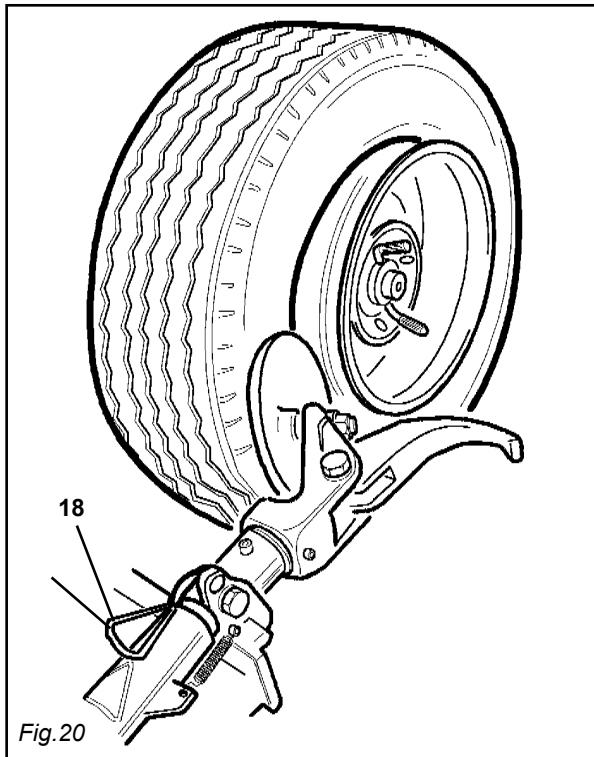
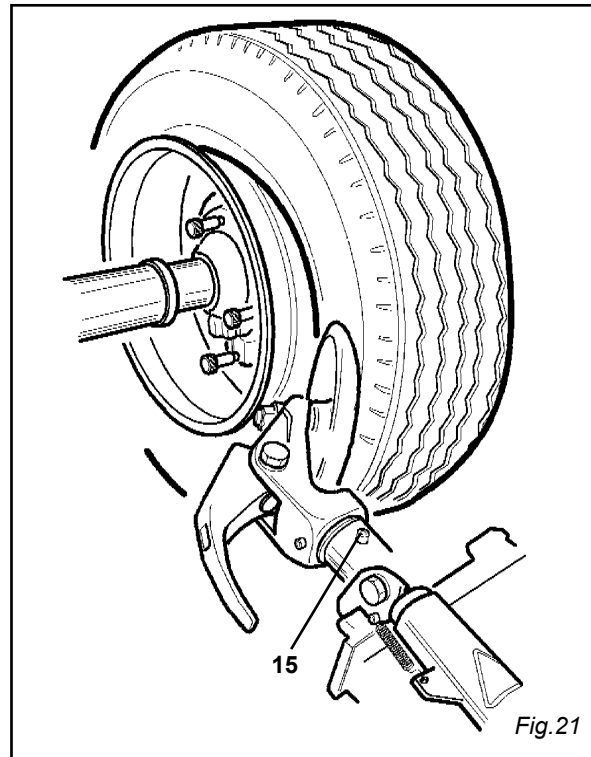

Fig.20
Fig.21
2) Abbassare il braccio porta utensili (17) in posizione di lavoro, fino a che si sarà agganciato con l'apposito cricchetto.
3) Agendo sulle leve (3) (4) fare in modo che il disco di smontaggio si posizioni in prossimità del bordo del cerchio.
4) Far ruotare la ruota e contemporaneamente fare avanzare il disco a brevi scatti. (Fig. 20).
6) Allontanare il braccio porta-utensile dal cerchio, sganciare il cricchetto (18), sollevare il braccio in posizione di fuori lavoro, traslarlo e riagganciarlo nella seconda posizione di lavoro.
7) Estrarre il fermo (15), ruotare di 180° l'utensile e re-inserire il fermo
8) Ripetere le operazioni ai punti 5) e 6) fino a che il secondo tallone sia completamente distaccato. (Fig. 21).
- 2) Set the tool-holder (17) at work by lowering it until it gets hooked by the proper jack.
- 3) By means of levers (3) and (4) let the disk tool position itself close to the rim edge.
- 4) Let the wheel turn and, at the same time, let the disk move forwards at brief steps (fig.20)
- 7) Act on lever (15) and turn the tool of 180°
- 8) Repeat the operations of points 5) and 6) until the second bead is completely detached (fig.21)
- 2) Опустите консоль монтажно-демонтажного инструмента (17) в рабочее положение, до тех пор, пока она не заблокируется посредством специальной ручки.
- 3) Посредством переключателей (3) и (4) установите отжимной диск рядом с краем обода.
- 4) Вращайте колесо и одновременно короткими движениями продвигайте вперед отжимной диск. (Рис. 20).
- 6) Отодвиньте консоль монтажно-демонтажного инструмента от диска, разблокируйте ручку (18), поднимите консоль в нерабочую позицию, переведите и заблокируйте ее во второй рабочей позиции.
- 7) Извлеките рычажок (15), поверните инструмент на 180°, вставьте рычажок обратно.
- 8) Повторите операции 5) и 6) для второго борта шины до тех пор, пока второй борт не будет полностью отделен от обода. (Рис. 21).
- 2) Werkzeugtragarm (19) in Arbeitsstellung herunterlassen, bis wann er mit der bezüglichlichen Sperrklinke festklemmt.
- 3) Hebel (3) (4) betätigen, um die Abdrückscheibe an den Felgenrand zu rücken.
- 4) Das Rad in Drehung versetzen und gleichzeitig die Scheibe leicht stoßweise vorrücken lassen (Abb.20).
- 7) Hebel (15) betätigen und Werkzeug von 180° drehen.
- 8) Die Vorgänge am Punkt 5) und 6) wiederholen, bis vollem Abdrücken zweites Wulsts (Abb.21)